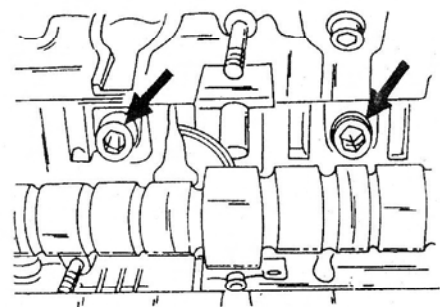

Рис. 292. Стрелками указаны болты крепления опор подшипников рычагов коромысел.
- Отвернуть болты крепления опор подшипников рычагов коромысел (рисунок 292).